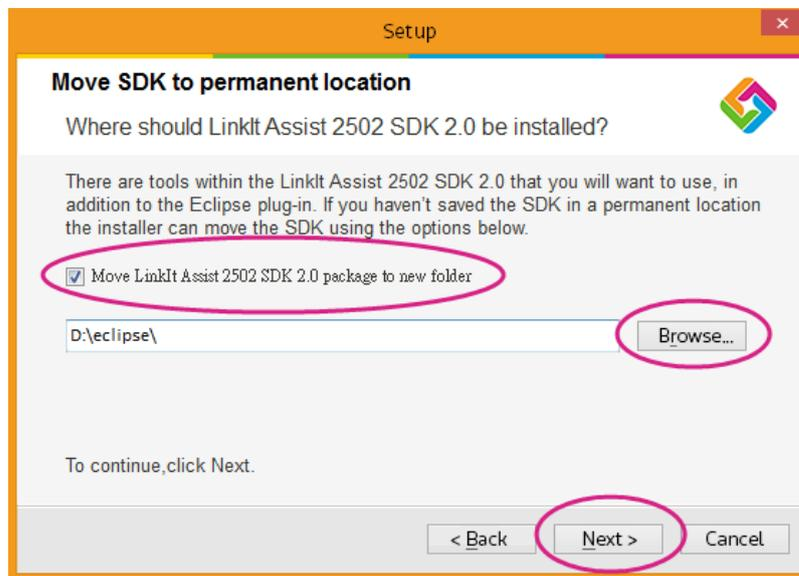

图 9 将 SDK 移动至固定位置
- 7) 如果您将 SDK 解压至临时位置但需要将它移动至一个固定的位置, 请在 **Move SDK to permanent location** 页面中的 **Move LinkIt SDK 2.0 package to new folder** 复选框打勾, 再点击 **Browse** 以选择文件固定的位置, 最后点击 **Next** 如图 9。